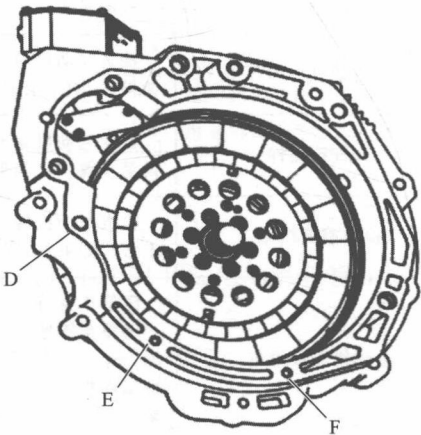

图 1-2-2
- ④ 再安装螺栓 D、E、F，由发动机缸体端拧入 ISG 电动机（图 1-2-2）。